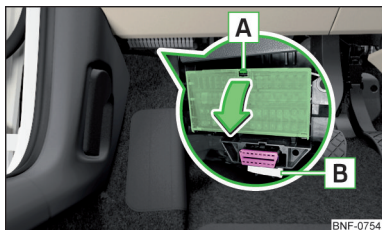

Fig. 167
Siguranțele se găsesc sub volan, în partea inferioară a bordului » fig. 167.
- Apăsăți curelușa de siguranță **A** » fig. 167.